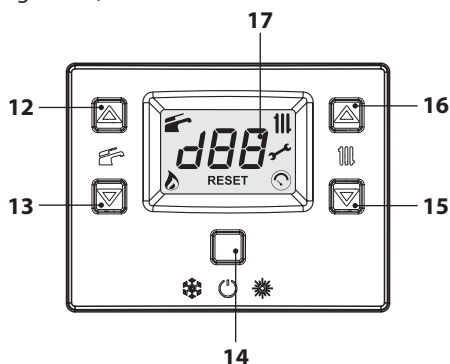

Figura 2.5
- Tenere premuto per 2 secondi il tasto 14 fino a far apparire sul display il simbolo  (Figura 2.5).
La temperatura dell'acqua calda di mandata riscaldamento è regolabile agendo sui tasti 15 (diminuzione) e 16 (aumento) (Figura 2.5) da un minimo di circa 40°C ad un massimo di circa 85°C. Alla prima pressione di uno dei due tasti si ha la visualizzazione del valore di "set", alla seconda pressione si accede alla modifica. Segnalazione data dal display LCD:
Comunque se la temperatura ambiente non dovesse essere confortevole si può aumentare o diminuire la temperatura di mandata dell'impianto riscaldamento di $\pm 15^\circ\text{C}$ agendo sui tasti 15 (diminuzione) e 16 (aumento) (Figura 2.5).